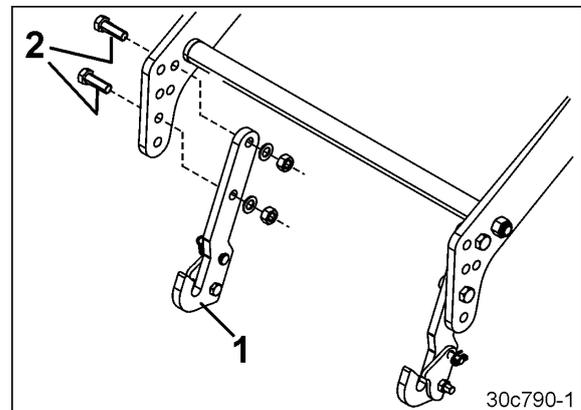

Fig. 102
1. Fixer les crochets (Fig. 102/1) sur le châssis de levage en utilisant respectivement deux vis (Fig. 102/2).